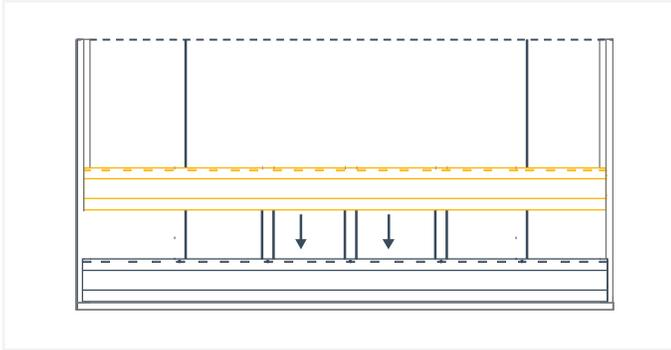

Fig. 32
11. Placez le panneau suivant sur le panneau précédent en vous assurant que les deux extrémités du panneau sont insérées dans les rainures de la moulure verticale (Fig. 32). Consultez la section suivante de ce document pour plus de détails sur les moulures.